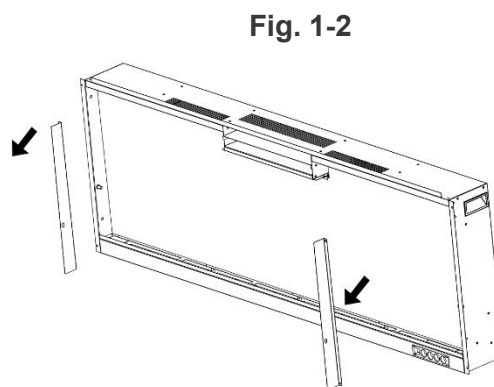

Fig. 1-2
N. Soulevez délicatement la garniture avant et éloignez-la de l'appareil (**Fig. 1-2**). Placez-la face vers le bas sur une surface douce et non abrasive.